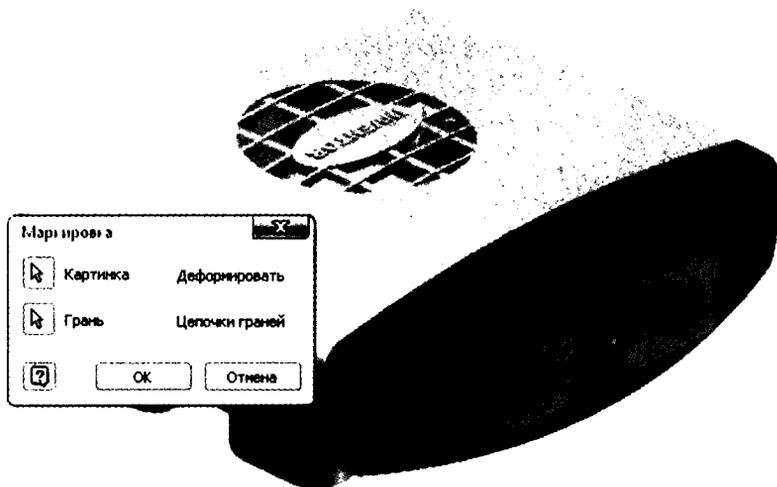

Рис. 9.15. Выбор грани, на которую проецируется маркировка
11. В диалоговом окне уберите галочку **Цепочки граней**, затем щелкните на картинку и плоскую грань за ней. См. рис. 9.15.